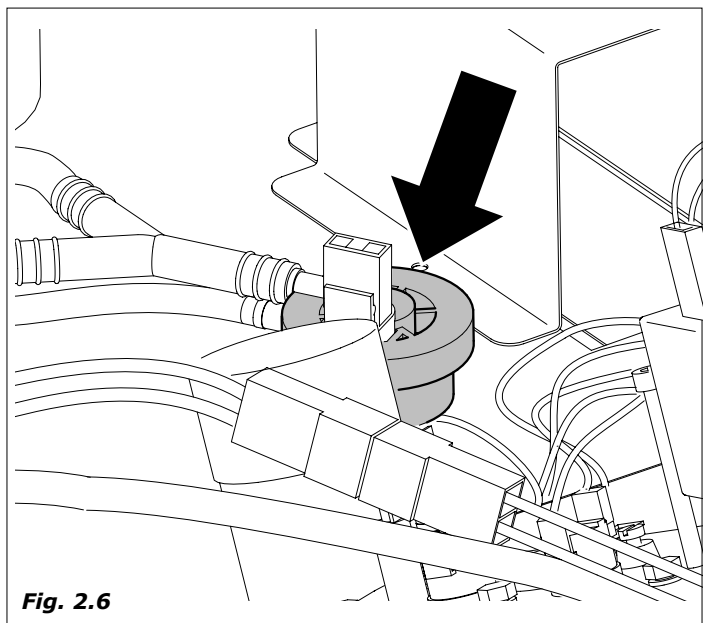

Fig. 2.6
- Se activa la bomba hasta inyectar la cantidad de agua programada. Para controlar la dosis, se utiliza un dispositivo electrónico, (contador volumétrico), situado a la entrada de la bomba (Fig.2.6)